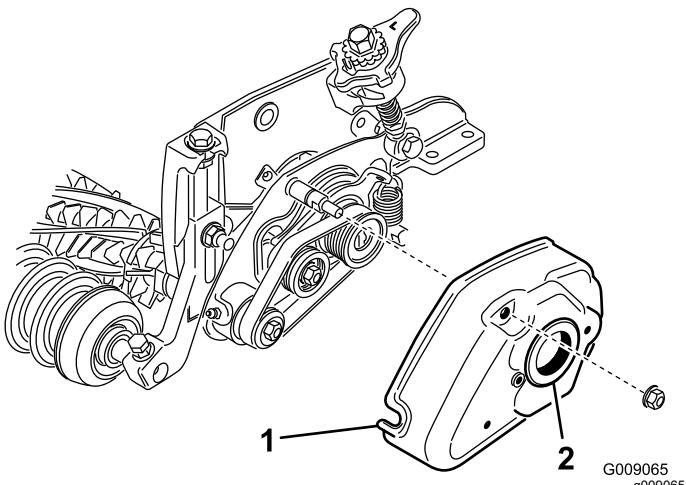

Figura 22
7. Instale la cubierta del groomer y fíjela con 2 tuercas con arandela prensada (5/16 pulgada) (Figura 22).
8. Aplique una película de grasa al interior del anillo de goma de la cubierta del groomer (Figura 22).